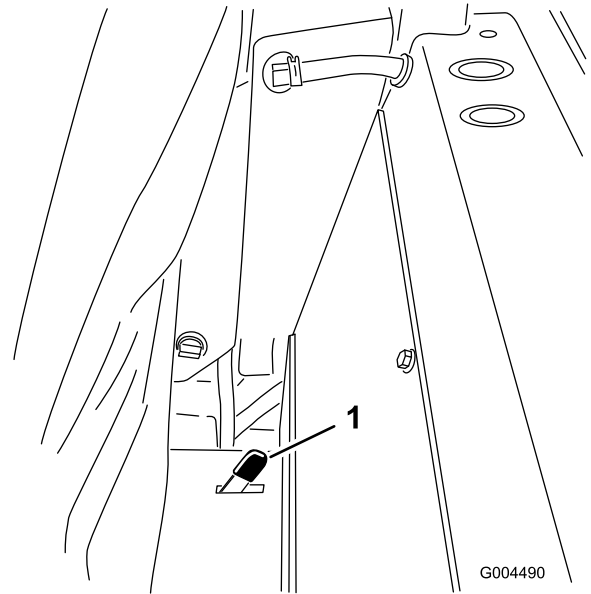

Figure 36
2. Poussez un des verrous du siège, situés derrière et sur les côtés du siège, en arrière pour déverrouiller le siège et tirez le haut du siège en avant (Figure 36).